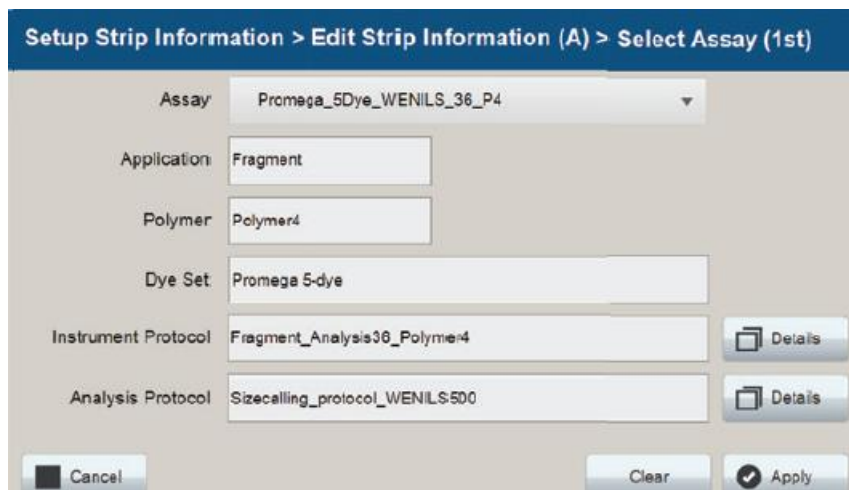

図 66 Select Assay ウィンドウからの Instrument と Analysis Protocol の確認
- 選択したアッセイに関連する装置および Analysis Protocol の設定は、これらのフィールドの横にある **Details** を開くことで確認できます。(図 66)